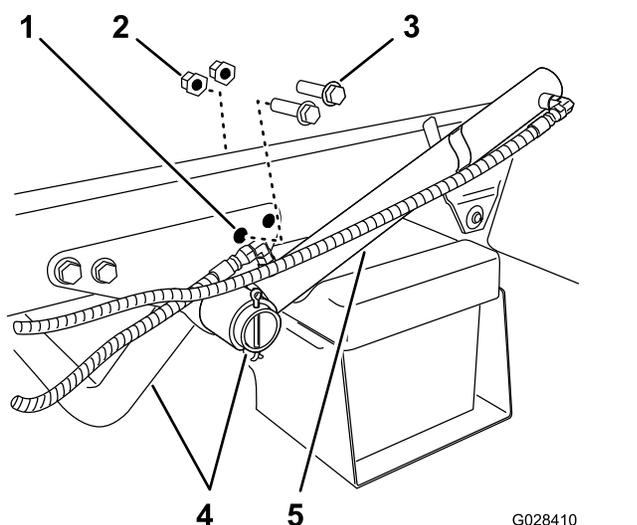

Bild 6
- Entfernen Sie die zwei hinteren Bundkopfschrauben und zwei Sicherungsbundmutter, mit denen die Stützhalterung für das Motorrohr am Rahmen der Maschine befestigt ist (**Bild 6**).
- Drehen Sie den Hubzylinder, um einen Abstand für das Montieren der Befestigungshalterung am Behältergestell zu schaffen (Bild 6).